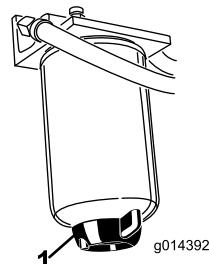

図 36
水セパレータ図 36の水抜きは毎日おこなって異物を除去してください。400運転時間ごとにフィルタのキャニスタを交換してください。
2. フィルタ容器図 36下部のドレンプラグをゆるめて水や異物を流し出す。